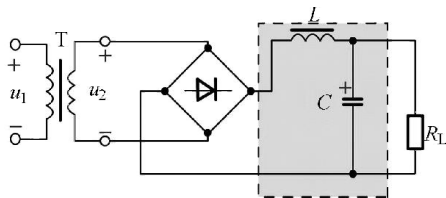

图 3.3.5 带 L 型滤波器的桥式整流电路
① 电路如图 3.3.5 所示。
② 原理：整流输出的脉动直流经过电感 L ，交流成分被削弱，再经过电容 C 滤波，就可在负载上获得更加平滑的直流电压。
③ 应用：较大功率电源中。